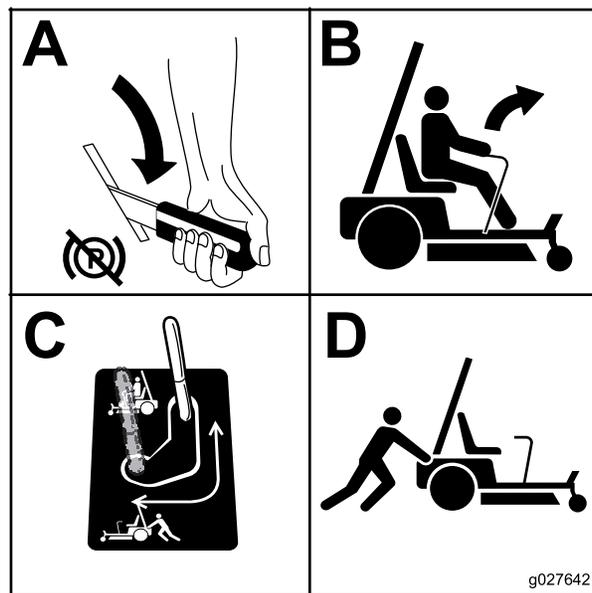

Figura 28
5. Mueva las palancas de desvío hacia atrás y luego hacia abajo para bloquearlas en esa posición para desengranar los motores de rueda (Figura 28).
Mueva las palancas de desvío a la posición de operación de la máquina (Figura 28) para engranar los motores de las ruedas.